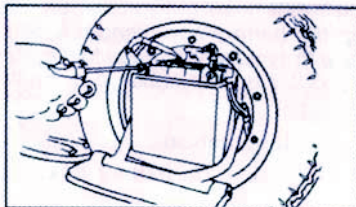

Fig. 45
- 4.2.3 Rimuovere la vite che fissa il filo di terra (nero) collegato al morsetto negativo (-) della batteria utilizzando l'estremità del cacciavite del kit utensili. (Fig. 45)